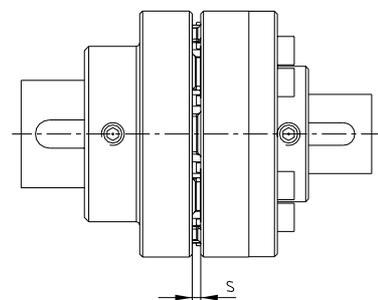

Figura 25: montaje del acoplamiento
- Desplace los grupos en dirección axial hasta que logre la medida  $s$  (véase figura 25).
- Si los grupos ya están firmemente ensamblados, el movimiento axial de los mangones sobre los ejes permite ajustar la medida  $s$  (véase figura 25).